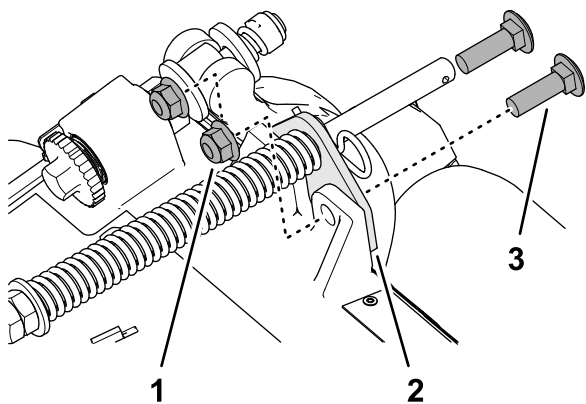

Рисунок 17
2. Удалите 2 фланцевые контргайки (3/8 дюйма) и 2 каретных болта (3/8 x 1¼ дюйма), которые крепят кронштейн компенсатора состояния грунта к раме режущего блока (Рисунок 17).